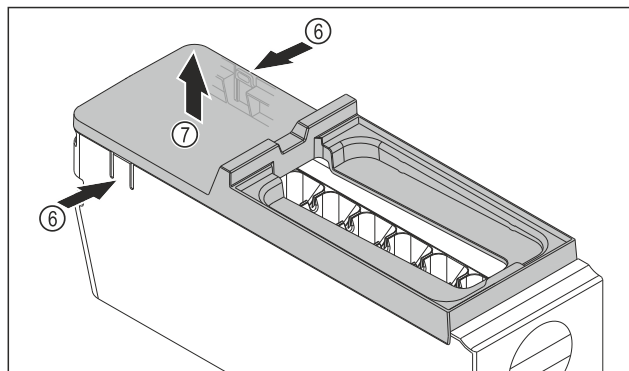

Fig. 107
- ▶ Снимите крышку корпуса EasyTwist-Ice: Надавите рукой на накладки Fig. 107 (6) с обеих сторон корпуса EasyTwist-Ice.
- ▶ Другой рукой снимите крышку Fig. 107 (7) по направлению вверх.